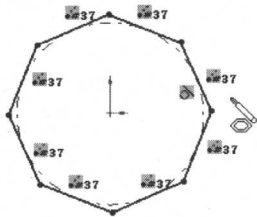

图1-21 多边形参数
① 在【草图绘制】工具栏中单击【多边形】按钮或选择【工具】|【草图绘制实体】|【多边形】，则指针形状变为.
② 单击图形区域的一点确定多边形中心，然后拖动指针绘制正多边形，根据需要可在PropertyManager中设定【参数】，如图1-21所示。其中各参数含义如下：